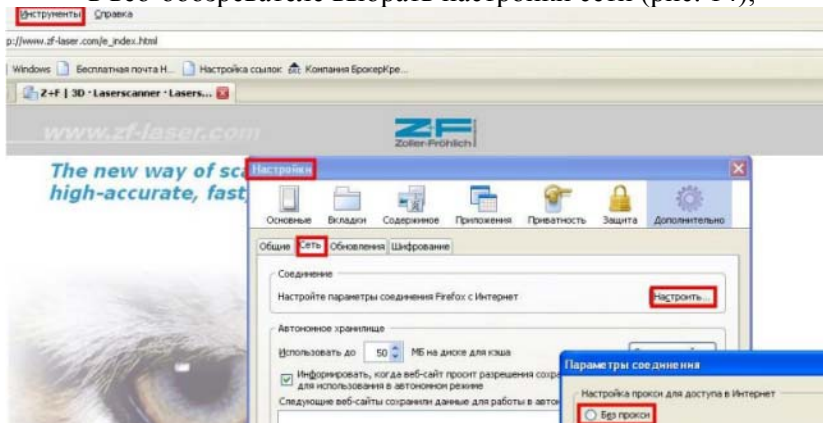

Рис. 14. Настройки сети
- в веб-обозревателе выбрать настройки сети (рис. 14);